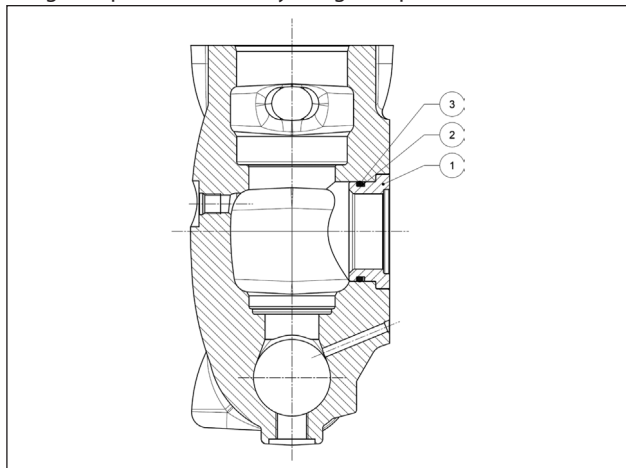
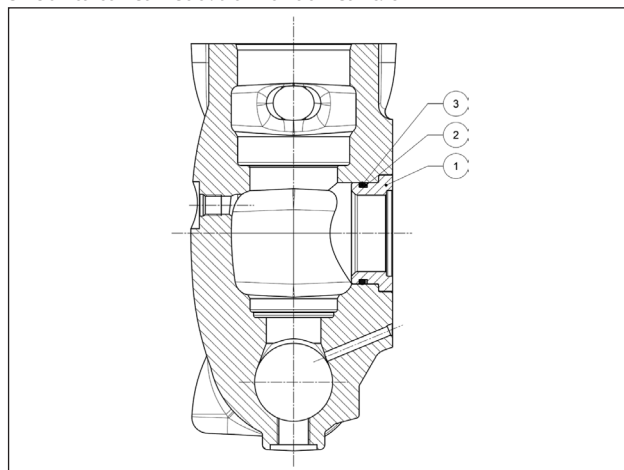

Fig. 167
Fig. 168
La cabeza ya trabajada se ha de ensamblar mediante la introducción de los casquillos (pos. ①) con anillas anti extrusión (pos. ②) y las juntas tóricas (pos. ③) como muestra la Fig. 167 para LK36-40-45 y la Fig. 168 para LK50-55-60: